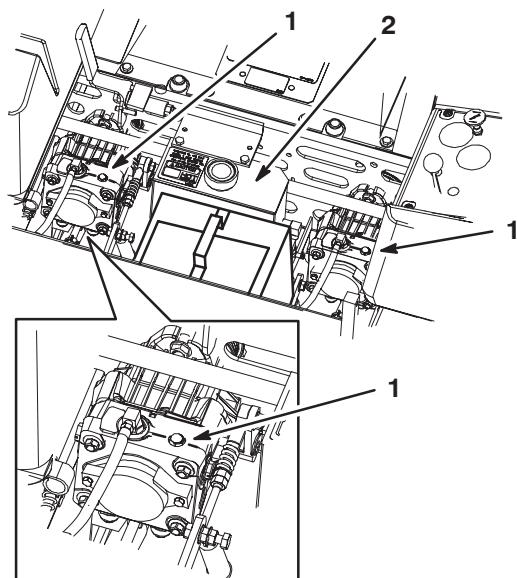

Figure 27
- Tournez les vannes de dérivation d'un tour dans le sens anti-horaire pour pousser la machine. Cela permet au liquide hydraulique de contourner la pompe et aux roues de tourner (Fig. 27).
- Tournez les vannes de dérivation d'un tour dans le sens horaire pour conduire la machine (Fig. 27).